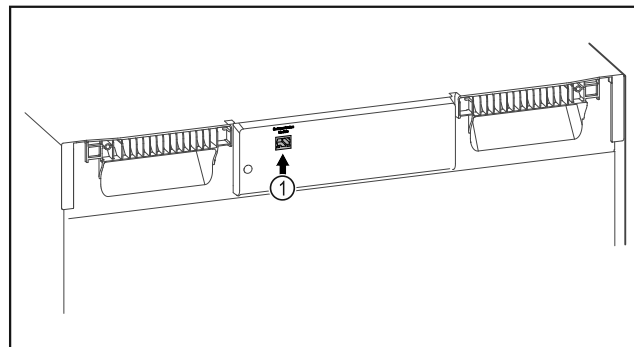

Fig. 131
- SmartModule Fig. 131 (1) on sisse pandud.